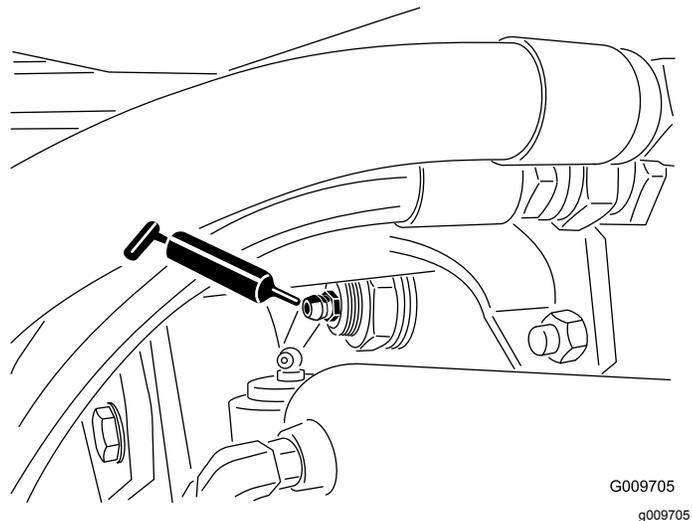

Figura 49
- Boccole orientabili dell'assale posteriore (Figura 49)